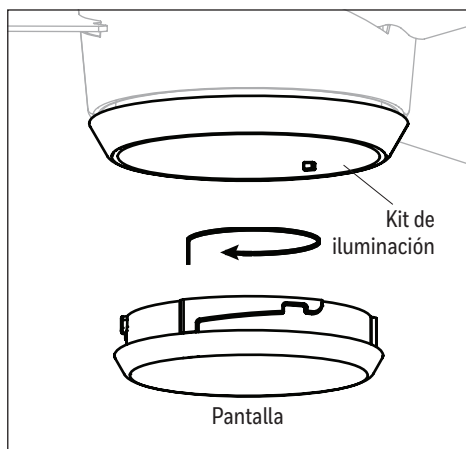

Figura 5.6
6. Levante el pantalla en el kit de iluminación y gire la pantalla en dirección de las manecillas del reloj hasta que esté asegurada. **PRECAUCIÓN:** evite enroscar el ensamblaje durante la instalación. Una instalación incorrecta podría hacer que el ensamblaje del iluminación sea difícil de retirar o hacer que se caiga, lo que podría causar lesiones graves (Figura 5.6).